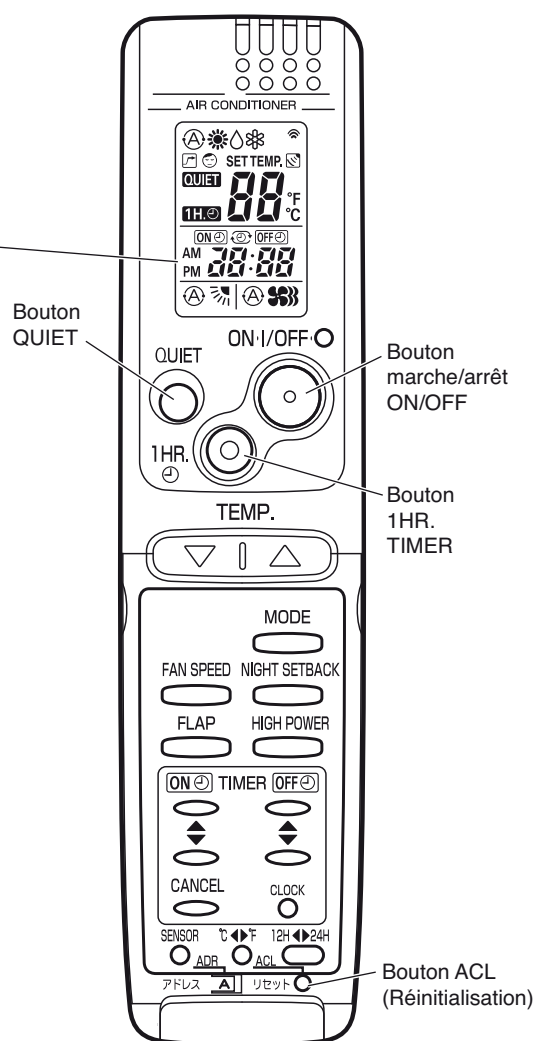

Fig. 64
Pour passer à l'affichage de "oP-7" (paramétrage de l'adresse), appuyer 2 fois sur ce bouton. (Fig. 64)
- (5) "oP-7" est maintenant sélectionné pour le paramétrage de l'adresse.
- (6) Appuyez sur le bouton ON/OFF de la télécommande. (Fig. 64) Vérifier que la partie extérieure du climatiseur émet un "bip" signalant la réception du signal. Ce bip signale que le changement d'adresse a bien été effectué.
- (7) Finalement, appuyez sur le bouton ACL (Réinitialisation) de la télécommande pour interrompre le clignotement de "oP-7" de l'écran de la télécommande. (Fig. 64)